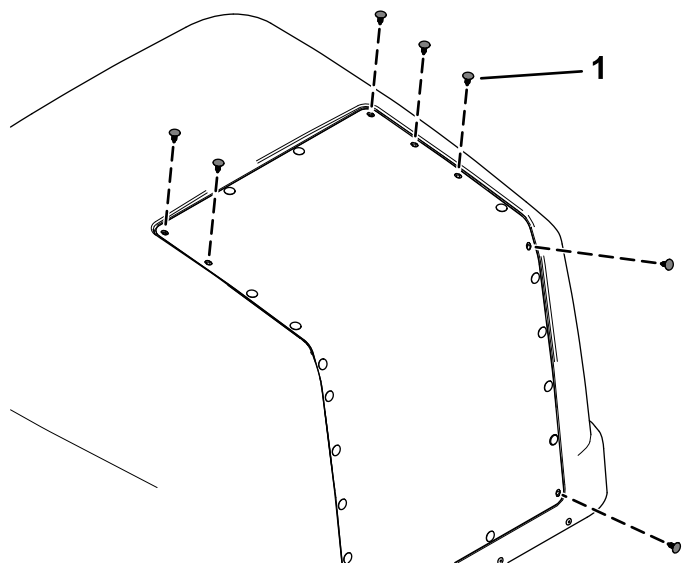

Figur 27
7. Fastgør hastighedspladebeslaget på markørbeslaget med 5 bræddebolte ($\frac{1}{4}$ " x $\frac{1}{2}$ "") og 5 låsemøtrikker ($\frac{1}{4}$ "") som vist i Figur 27.